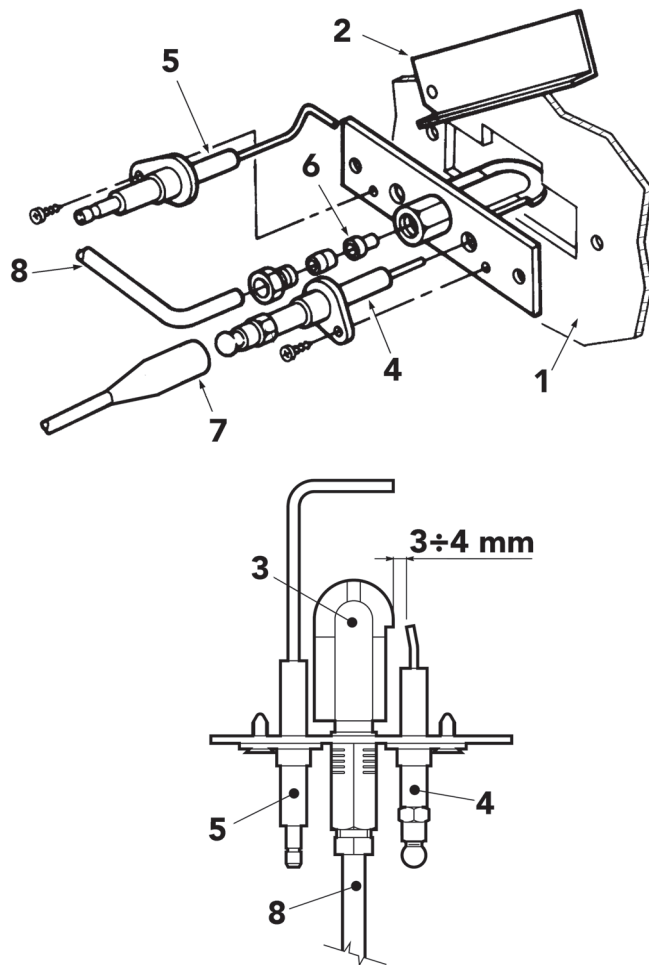

рис. 8 - Пилотная горелка
- Электроды не должны иметь накипи и быть правильно установленными (см. рис. 8).
Отсутствие искры между электродами	Проверьте правильность позиционирования электродов и отсутствие на них повреждений или отложений, проверьте также правильность искры (смотреть рис. 8) Проверьте электрические соединения электродов розжига и ионизации